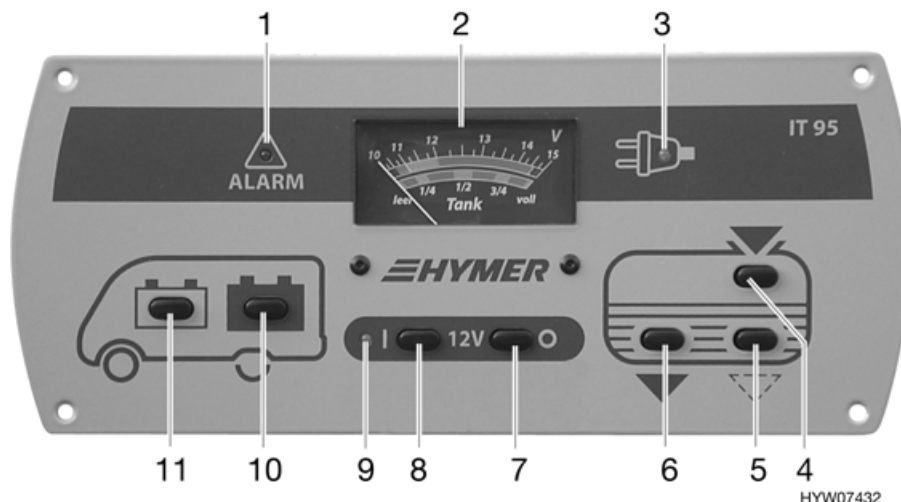

Bild 65 Panel (Camp Classic)
Beim Anzeigeeinstrument V/Tank (Bild 65,2) die obere Skala beachten. Das Anzeigeeinstrument wird automatisch beleuchtet, sobald ein Schalter gedrückt wird.
- Schalter (Bild 65,11) drücken : Die Batteriespannung der Starterbatterie wird angezeigt.
- Schalter (Bild 65,10) drücken : Die Batteriespannung der Wohnraumbatterie wird angezeigt.
Die rote Warnleuchte ALARM (Bild 65,1) blinkt, sobald die Spannung der Wohnraumbatterie 11 V (Messung im laufenden Betrieb) unterschreitet und damit Tiefentladung droht.
Beim Anzeigeelement V/Tank (Bild 65,2) die untere Skala beachten. Das Anzeigeelement wird automatisch beleuchtet, sobald ein Schalter gedrückt wird.
- Schalter (Bild 65,4) drücken : Die Wassermenge wird angezeigt.
- Schalter (Bild 65,6) drücken : Die Abwassermenge wird angezeigt.
Der 12-V-Hauptschalter (Bild 65,7 und 8) schaltet die 12-V-Versorgung des Wohnraums ein und aus.
- Schalter (Bild 65,8) drücken " | ": Die 12-V-Versorgung des Wohnraums ist eingeschaltet. Die Kontroll-Leuchte (Bild 65,9) leuchtet grün.
- Schalter (Bild 65,7) drücken " ○ ": Die 12-V-Versorgung des Wohnraums ist ausgeschaltet. Die Kontroll-Leuchte (Bild 65,9) erlischt.
Die 12-V-Kontroll-Leuchte (Bild 65,9) leuchtet, wenn der 12-V-Hauptschalter (Bild 65,8) eingeschaltet ist.
Die gelbe 230-V-Kontroll-Leuchte (Bild 65,3) leuchtet, wenn am Eingang des Elektroblocks Netzspannung vorhanden ist.